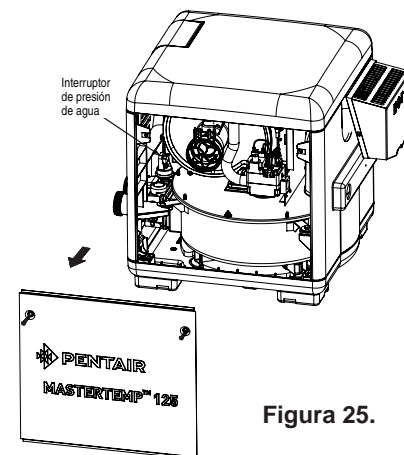

Figura 25.
5. Remueva los paneles de la puerta de acceso aflojando los cuatro tornillos ubicados en cada puerta, luego levante hacia arriba y hacia afuera desde la parte inferior del panel para removerlo. Si es necesario, los tornillos pueden usarse como manijas, ver Figura 25.
3. Remueva los paneles de la puerta de acceso, ver Figura 25.